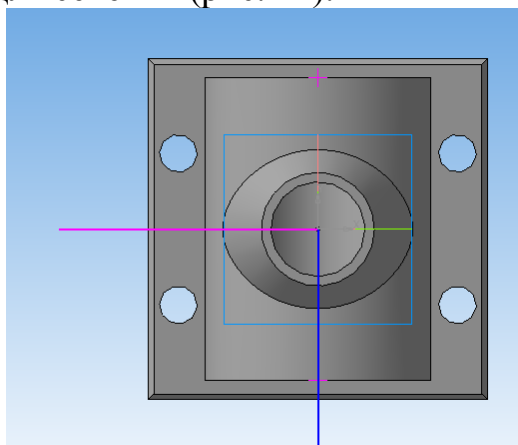

Рис. 11.
13. Создайте эскиз для сечения (рис. 11).
Задание. Выполнить трехмерную модель кувшина с использованием вспомогательных плоскостей (рис. 11).